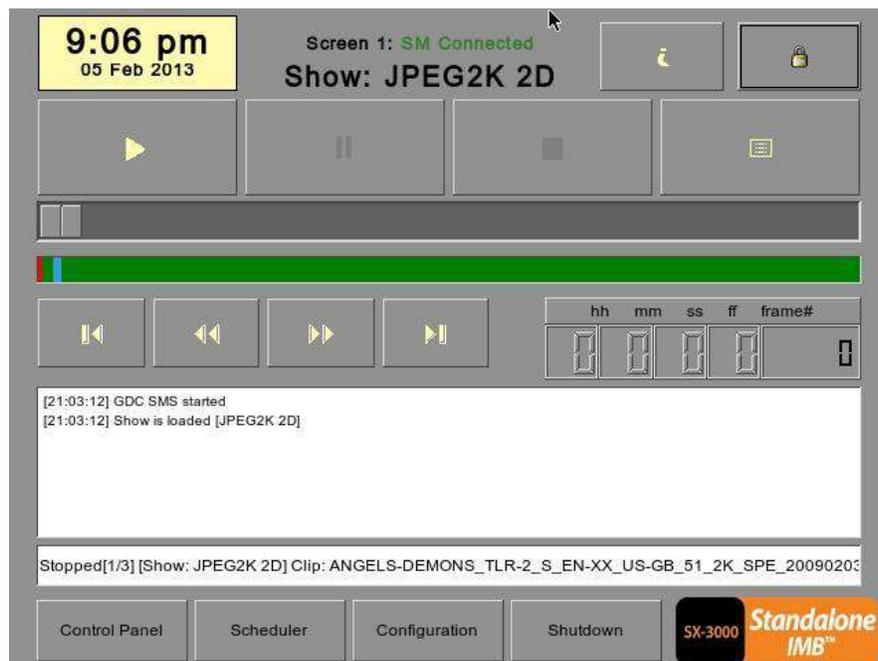

Figura 1 Interfaz SMS.
- En este manual habrá muchas instrucciones a partir de la pantalla SMS (consulte la Figura 1). Esta es la página principal del software SX-3000 que presenta el estado de la reproducción de la presentación, el transporte y los botones para el acceso a ciertos menús del software.